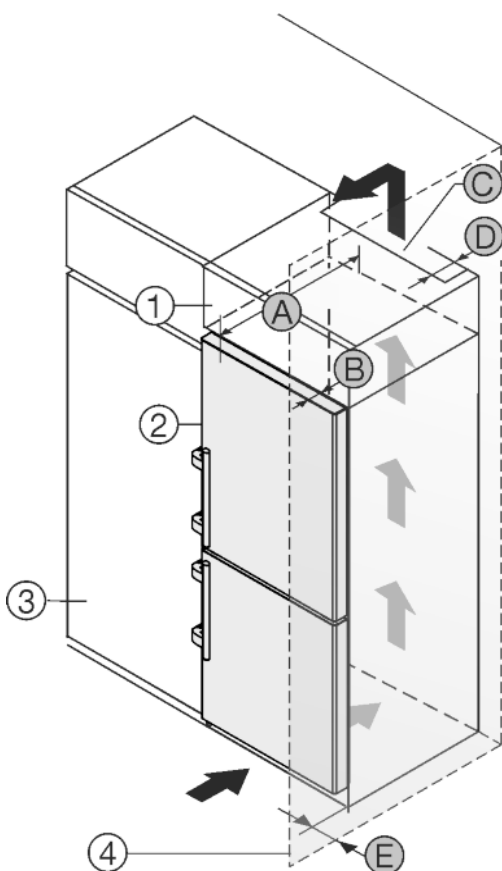

Fig. 13
Spotřebič lze zabudovat do kuchyňských skříní. K vyrovnání spotřebiče Fig. 13 (2) na výšku kuchyňské linky lze na přístroj nasadit nástavec Fig. 13 (1).
Spotřebič lze instalovat přímo vedle kuchyňské skřínky Fig. 13 (3). Aby bylo možné dvířka plně otevřít, musí spotřebič přesahovat o hloubku Fig. 13 (B) vůči přední linii kuchyňské skřínky. V závislosti na hloubce kuchyňských linek a použití vymezení od stěny může spotřebič vyčnívat dále.
Je-li přístroj ustaven přímo vedle kuchyňské linky Fig. 13 (3), pak je nutná vzdálenost k přístroji min. 5 cm. Aby bylo možné dvířka plně otevřít, musí přístroj přesahovat o hloubku Fig. 13 (B) vůči přední linii kuchyňské skřínky. V závislosti na hloubce kuchyňských linek a použití vymezení od stěny může spotřebič vyčnívat dále.
- Na zadní straně skřínky nástavce musí být větrací šachta hluboká alespoň hloubku Fig. 13 (D) mm přes celou šířku nástavce skřínky.
- Pod stropem místnosti musí být dodržen ventilační průřez Fig. 13 (C).
Pokud je spotřebič se závěsy instalován vedle stěny Fig. 13 (4), musí být dodržena vzdálenost Fig. 13 (E) mezi spotřebičem a stěnou. To odpovídá přesahu madla při otevřených dvířkách.